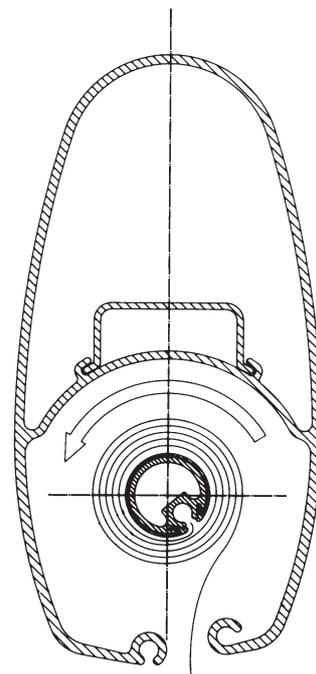

Abb. 6:3
1. Kontrollieren Sie, ob das Segel korrekt auf das Rollprofil gedreht worden ist, d.h. auf Steuerbord um das Profil. (Siehe auch Abb. 6:3).